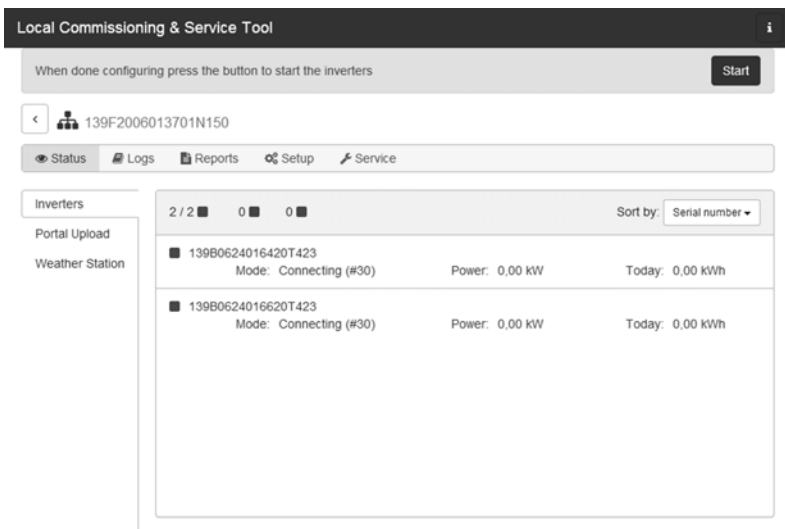

Figure 5.8 LCS-Tool - Liste de tous les onduleurs connectés au SMA Inverter Manager
11. Un carré vert identifie les onduleurs mis en service. Cependant, les onduleurs ne se connectent pas au réseau tant que l'ordre de démarrage **[Start]** n'a pas été émis dans la barre située en dessous du menu de démarrage. Voir figure 5.8.